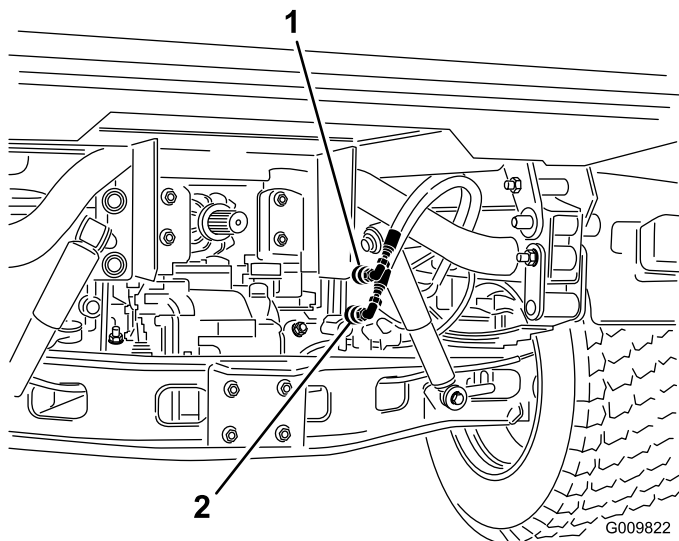

Figura 92
- Desligue, em ambos os veículos, as 2 mangueiras de acoplamento rápido das mangueiras ligadas ao suporte do acoplamento (Figura 92).